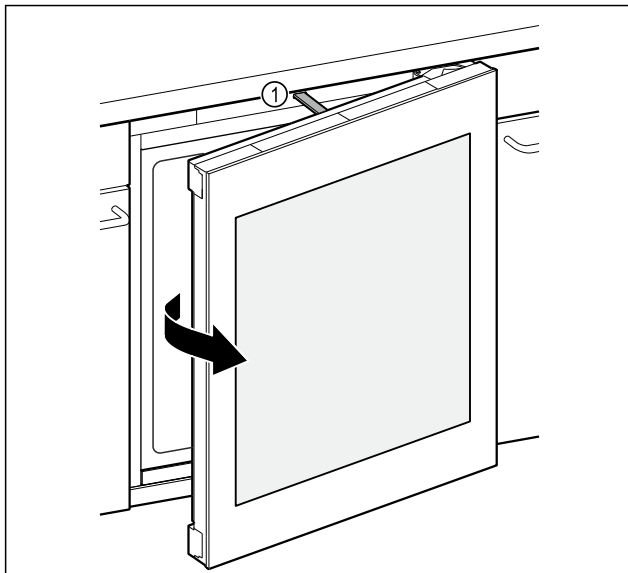

Fig. 133
- Shufra shtytëse Fig. 133 (1) e hap derën rreth 7 cm.